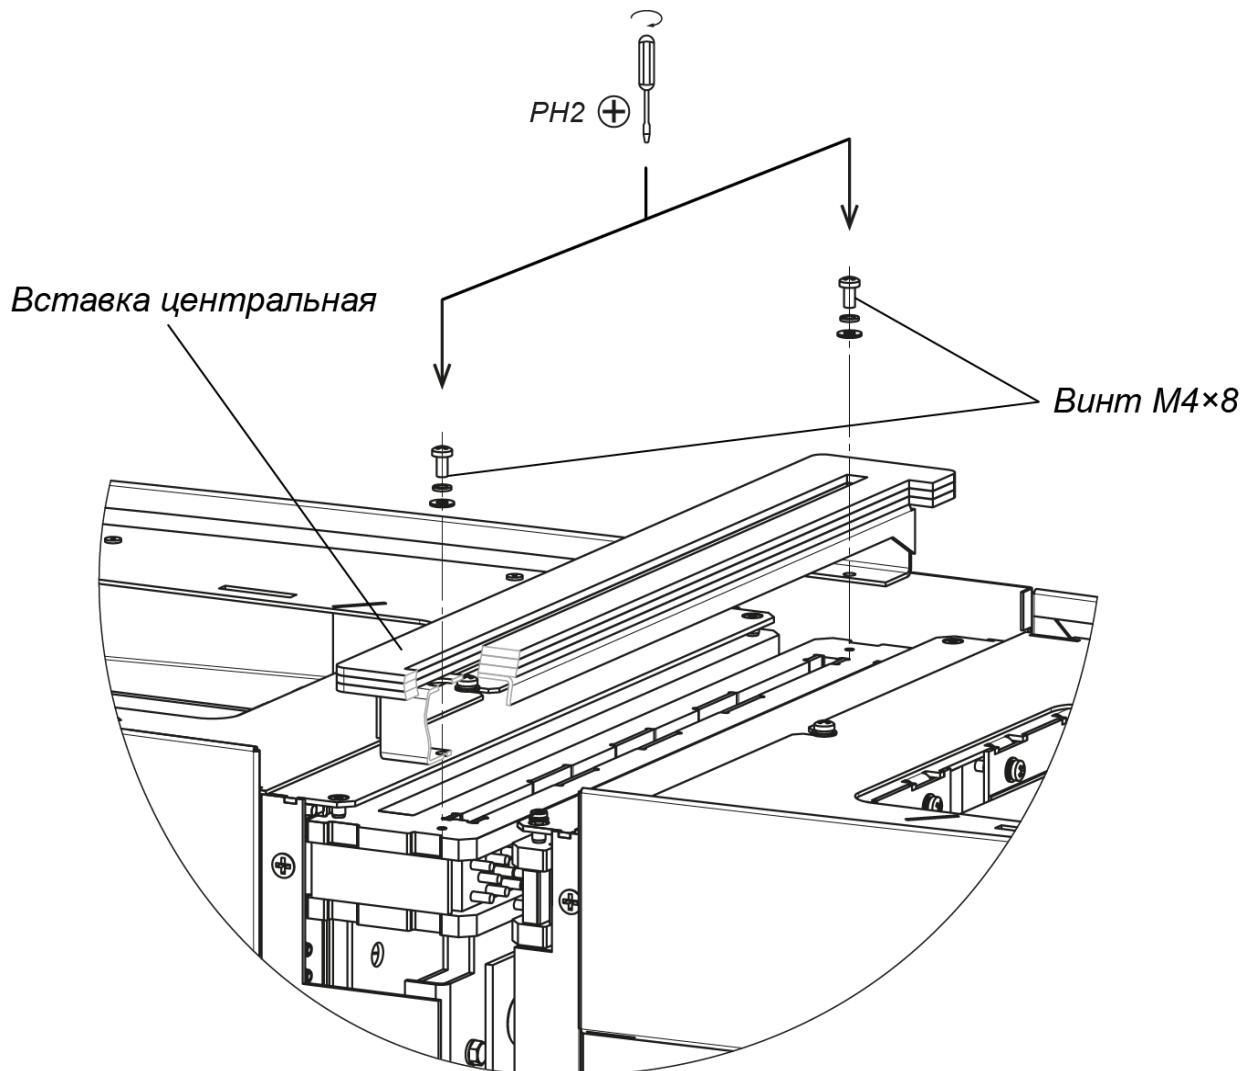

Рисунок 22. Монтаж вставки центральной
Установите центральную вставку (4) (см. разд. 8.7.4, рис. 22).
2. Отверткой с крестообразным шлицем RH2 вкрутите два винта M4×8 (см. рис. 22) с шайбами (при поставке вкручены по месту установки).